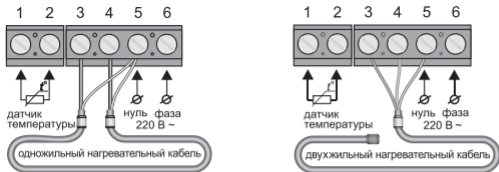

Рис. 29
— 2-х проводная электрическая сеть (без проводника заземления), экран нагревательной секции подключается к нейтральному проводнику (N) сети питания, на клемму 5 (рис. 29).